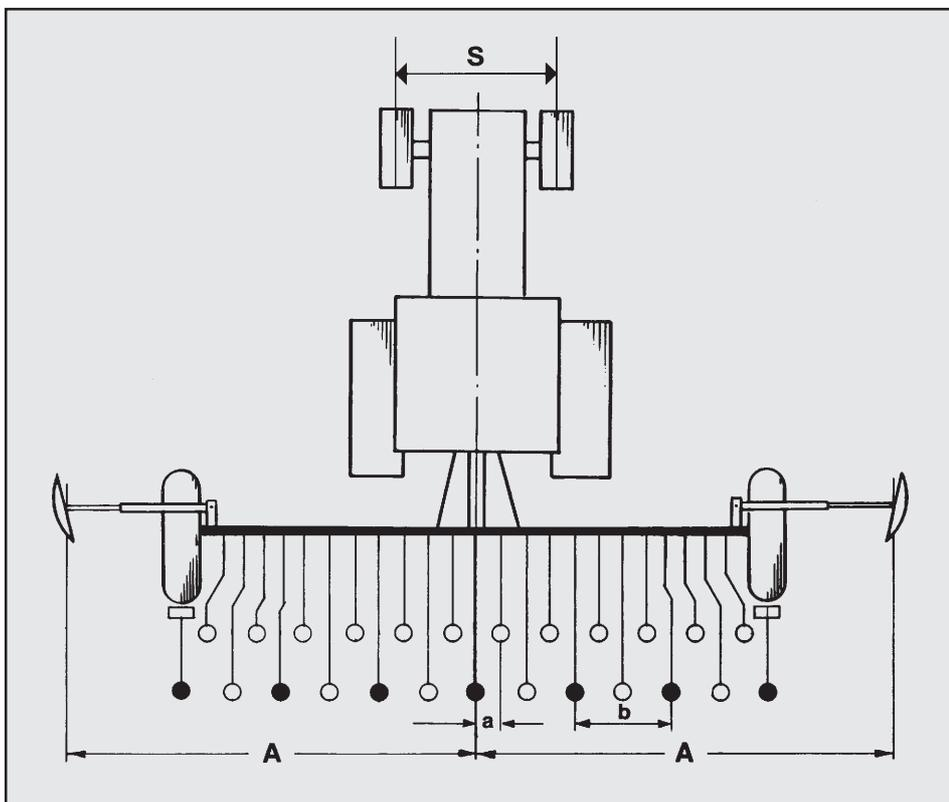

Рис. 28.2
Согласно пунктов в) и г) размер маркера А (рис. 28.2) является длиной от диска маркера до центра машины.
Размер маркера A (рис. 28.2), отмеряя от места соприкосновения поверхности земли с центром машины, составляет на сеялках с симметричным расположением сошников:
Согласно нижеприведенных формул можно высчитать размер маркера A (рис. 28.2) при симметричном расположении сошников:
**Пример 2:** Высевают только сошники, помеченные на рис. 28.2 черным цветом: